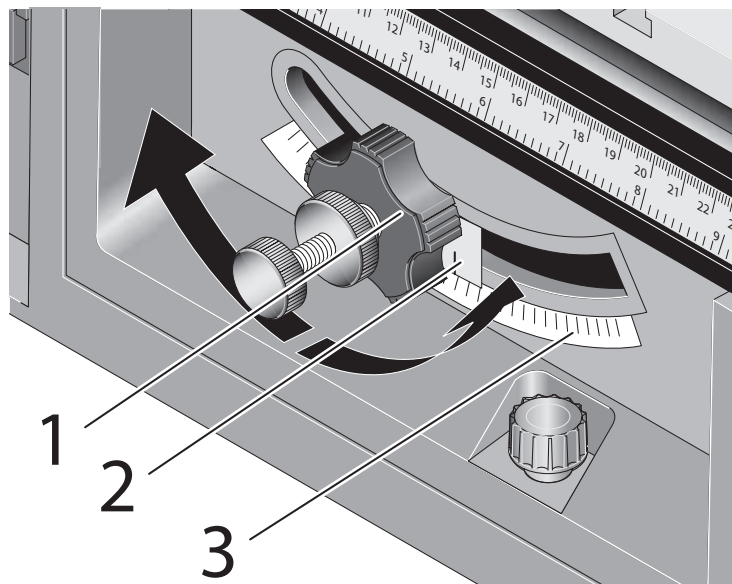

Abbildung 3: Verstellung der Sägeblattneigung
- Verstellrad 1 (Abbildung 3) lösen.